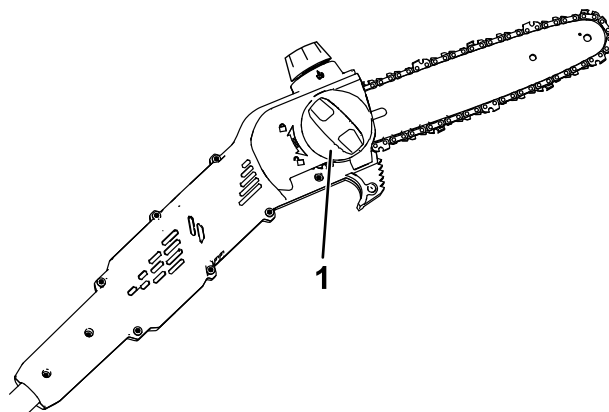
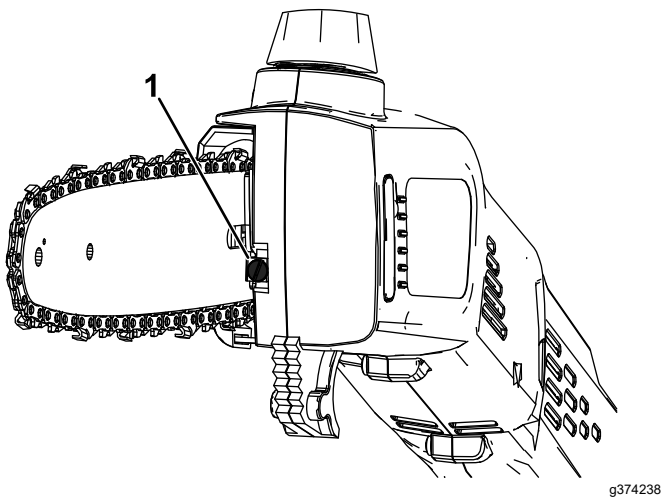

Figura 17
Figura 18
4. Rode o botão da tampa da barra no sentido contrário ao dos ponteiros do relógio para soltar a tampa da barra, mas não a remova (Figura 17).
5. Ajuste a tensão da corrente usando o parafuso de tensão da corrente (Figura 18) e depois fixe a tampa lateral ao podador girando o botão da tampa da barra no sentido dos ponteiros do relógio antes de verificar a tensão (Figura 17).
3. Desaperte a corrente rodando o parafuso de tensionamento da corrente no sentido contrário ao dos ponteiros do relógio (Figura 18).